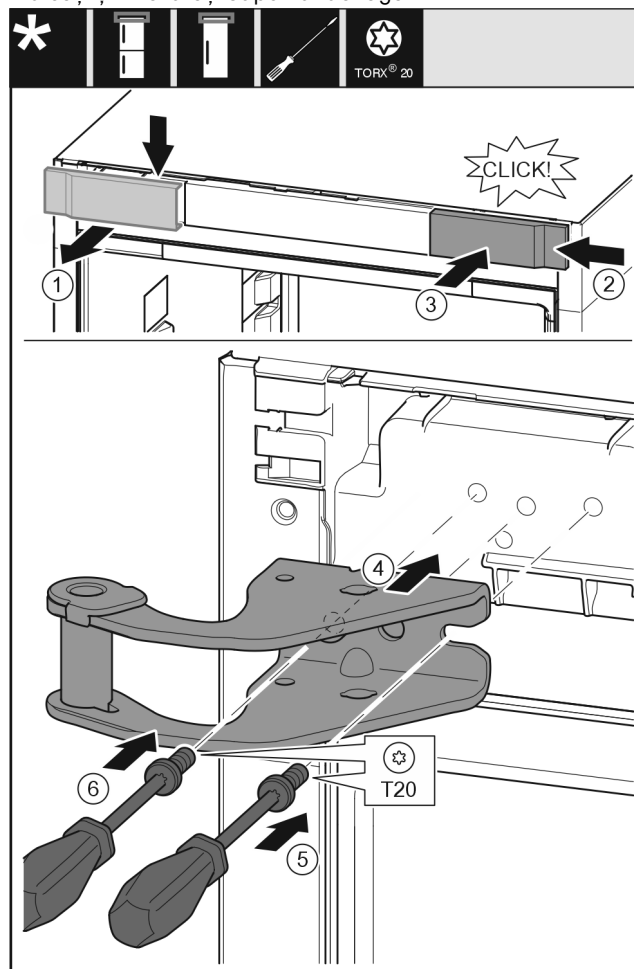

Fig. 9
- ▶ Detaşaţi apărătoarea de sus spre înainte. Fig. 9 (1)
- ▶ Acroşaţi pe cealaltă parte din dreapta capacul rotit cu 180°. Fig. 9 (2)
- ▶ Fixaţi în poziţie apărătoarea. Fig. 9 (3)
- ▶ Aşezaţi suportul de lagăr superior. Fig. 9 (4)
- ▶ Aşezaţi şi înşurubaţi ferm şurubul cu şurubelniţa T20. Fig. 9 (5)
- ▶ Introduceţi şi înşurubaţi ferm şurubul cu şurubelniţa T20. Fig. 9 (6)